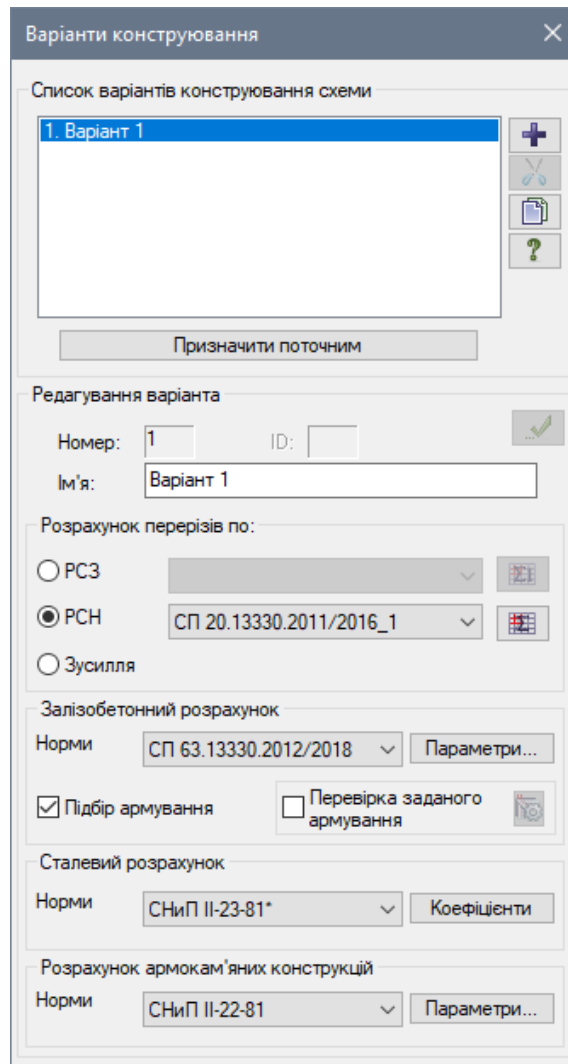

Рис. 19.11. Діалогове вікно **Варіанти конструювання**
- Викличте діалогове вікно **Варіанти конструювання** (рис. 19.11) натисканням по кнопці  – **Варіанти конструювання** (панель **Конструювання** на вкладці **Створення та редагування**).